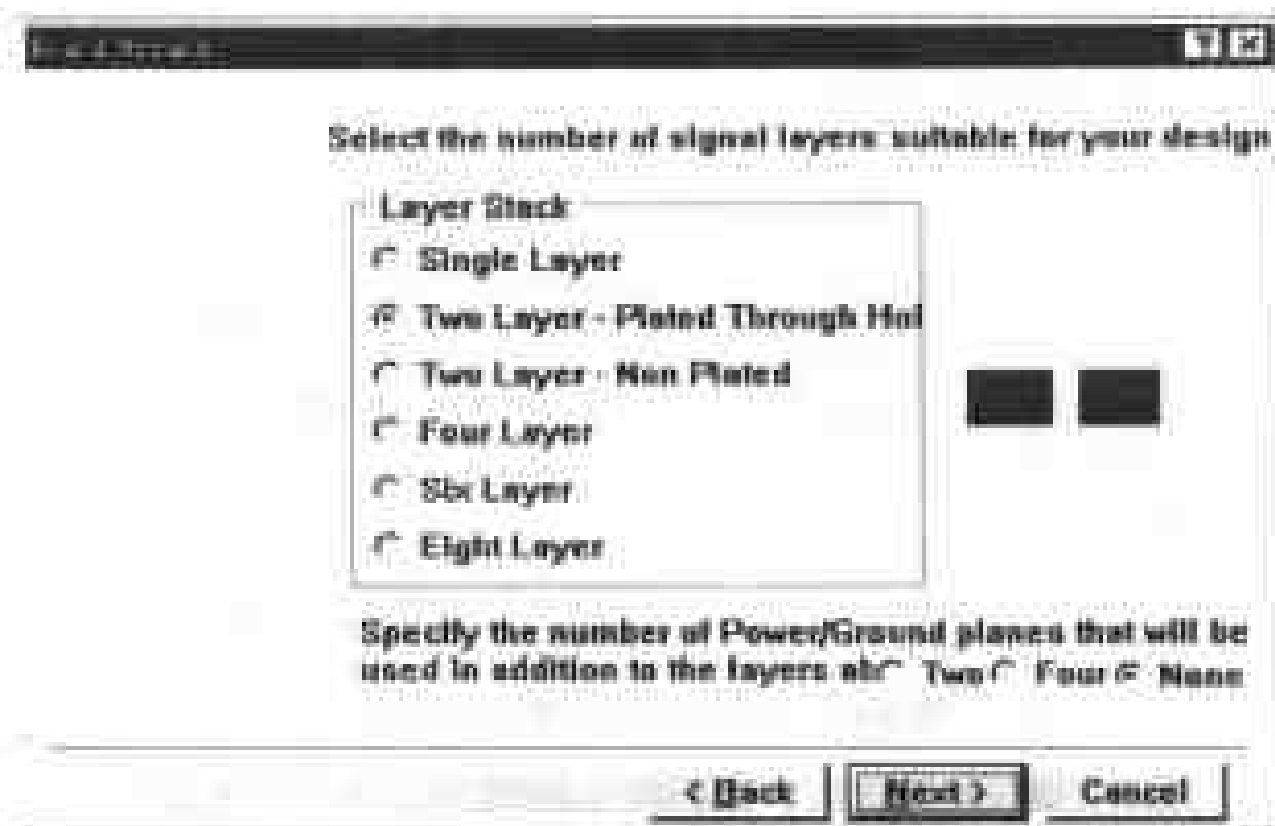
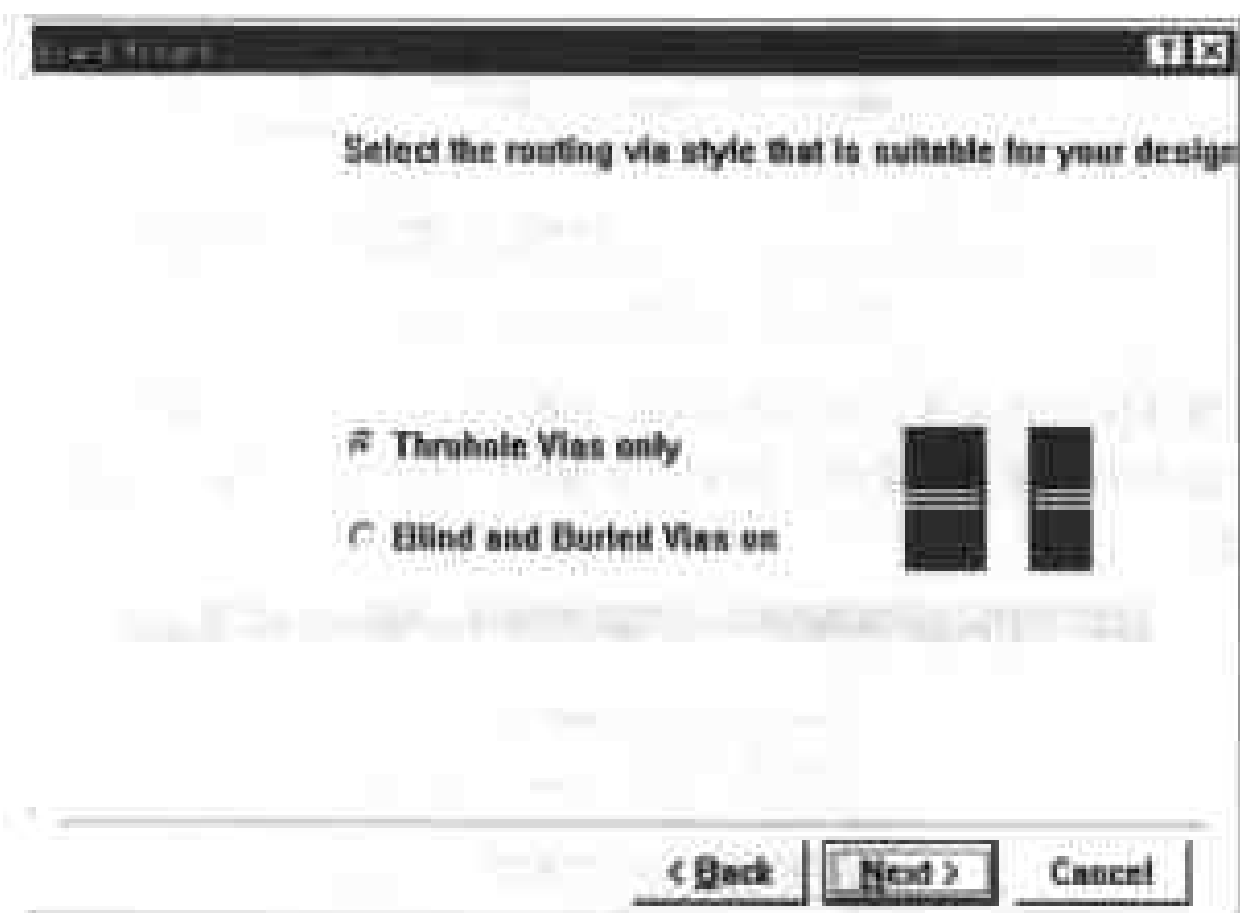
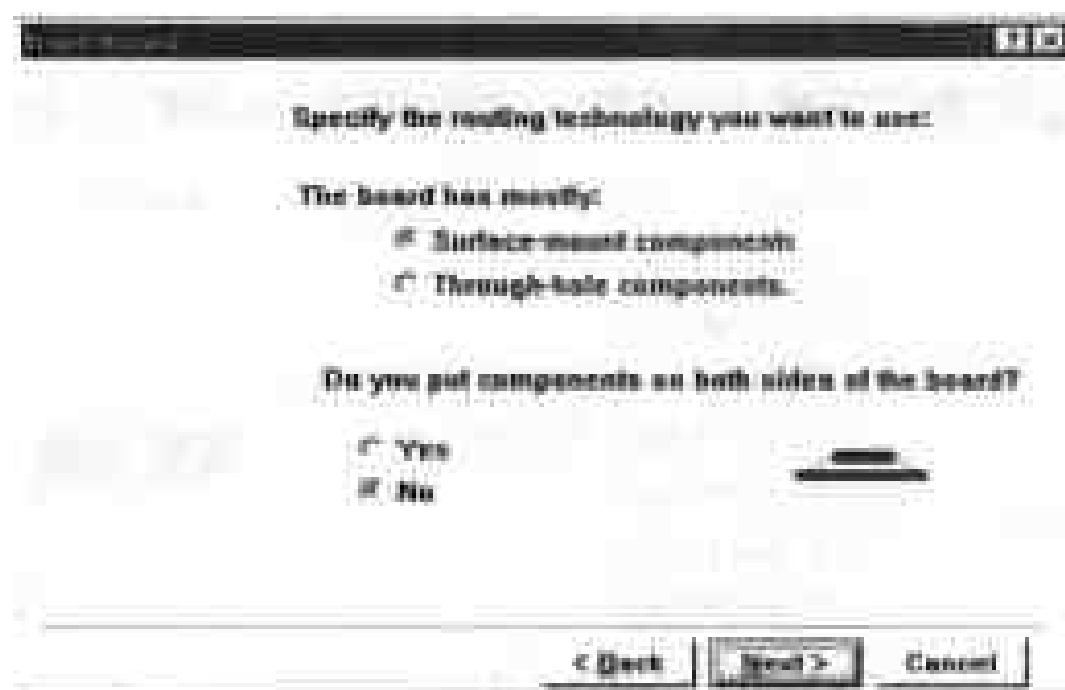
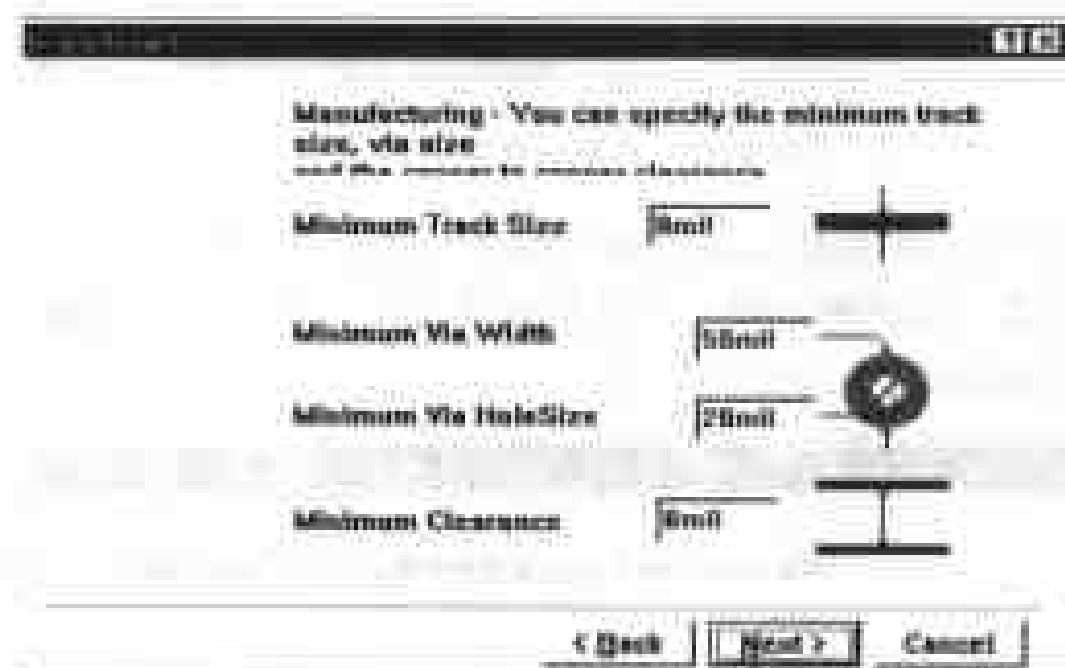

图 6-65 面板层数设置对话框
图 6-66 导孔形式选择对话框
图 6-67 选择零件封装类型对话框
图 6-68 设置最小尺寸对话框
(8) 选择电路板类型。单击图 6-64 中的“Next”按钮，系统将弹出对话框，如图 6-65 所示，要求选择电路板类型，如单面板、双面板、多面板以及电源、接地线放置的板层。
(9) 选择导孔形式。单击图 6-65 中的“Next”按钮，系统将弹出对话框，如图 6-66 所示，要求选择导孔形式。有两种选择，一是只有穿透孔 (Thruhole Vias only)，二是有盲孔或隐藏孔 (Blind and Buried Vias on)。
(10) 选择零件封装类型。单击图 6-66 中的“Next”按钮，系统将弹出如图 6-67 所示对话框，要求选择零件封装类型。零件封装类型有两种，即引脚式零件封装和表面粘着式零件封装。另外还需选择是否顶层和底层都布置元件。
(11) 设置导线、导孔和安全距离的最小值。单击图 6-67 中的“Next”按钮，系统将弹出如图 6-68 所示对话框，设置导线、导孔和安全距离的最小值。
(12) 是否现在保存该文件。单击图 6-68 中的“Next”按钮，系统将弹出如图 6-69 所示对话框，询问是否现在保存该文件。如果要求保存，系统将弹出两个编辑框，要求输入文件名和 PCB 描述。